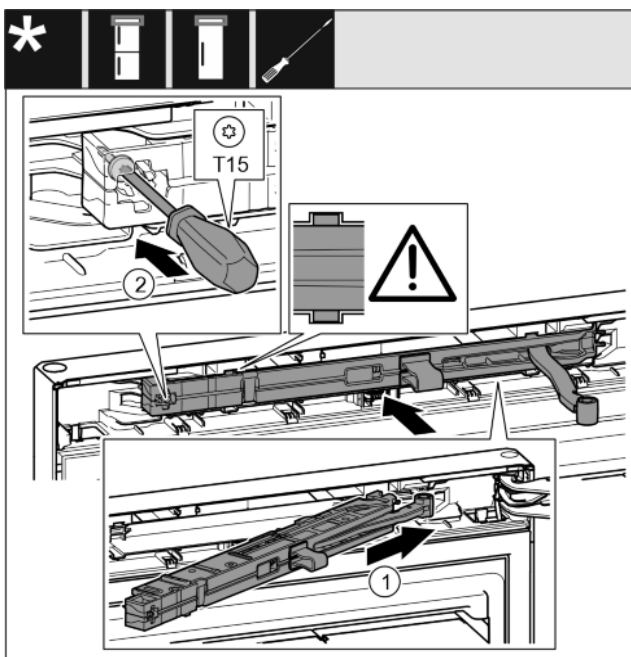

*Fig. 37*
- ▶ Gelenk in Aufhängung drehen. *Fig. 37 (1)*
- ▶ Bolzen mit einem Schraubendreher T15 in Aufhängung und Gelenk einsetzen. Dabei darauf achten, dass der Rastnocken korrekt in der Nut sitzt. *Fig. 37 (2)*
- ▶ Lagerbockabdeckung entlang des Gelenks schieben und über der Aufhängung montieren. *Fig. 37 (3)*
- ▶ Sicherung abnehmen. *Fig. 37 (4)*
- ▶ Blende griffseitig ansetzen und einschwenken. *Fig. 37 (5)*